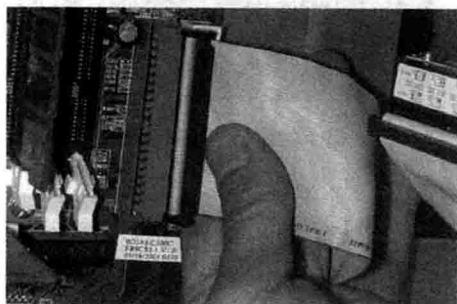

图 6-27 连接硬盘数据线
① 将硬盘放到硬盘支架上,并用螺丝固定。
② 连接硬盘数据线,将数据线的一端插到主板的 IDE 插槽内,另一端插入硬盘的数据接口上,连接时注意数据线接头上限位凸起要与插槽的缺口对应。如图 6-27 所示。